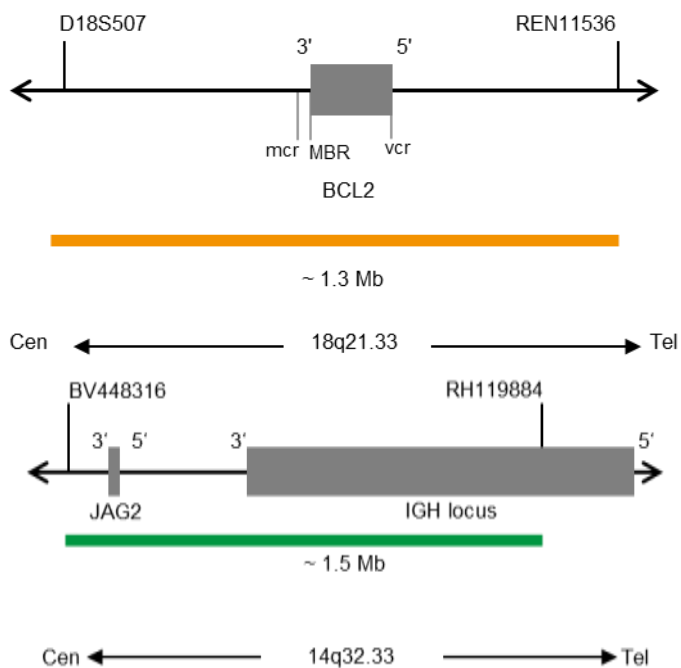

Fig. 1: In alto: mappa della sonda SPEC BCL2, in basso: Mappa della sonda SPEC IGH (non in scala)
- Polinucleotidi (~6 ng/μl) marcati con ZyOrange (eccitazione 547 nm/emissione 572 nm), che hanno come bersaglio sequenze mappate in 18q21.33* (chr18:60,180,078-61,507,691) che ospitano la regione del gene BCL2 (vedere Fig. 1).
- Polinucleotidi (~12 ng/μl) marcati con ZyGreen (eccitazione 503 nm/emissione 528 nm), che hanno come bersaglio sequenze che mappano in 14q32.33* (chr14:105.462.169-106.995.000) che ospitano il locus IGH (vedere Fig. 1).